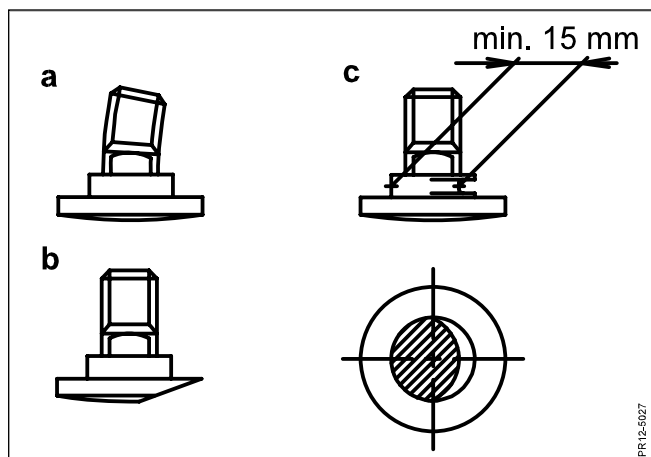

Fig. 6-6
- Fig. 6-6 Knivbolte skal udskiftes hvis: